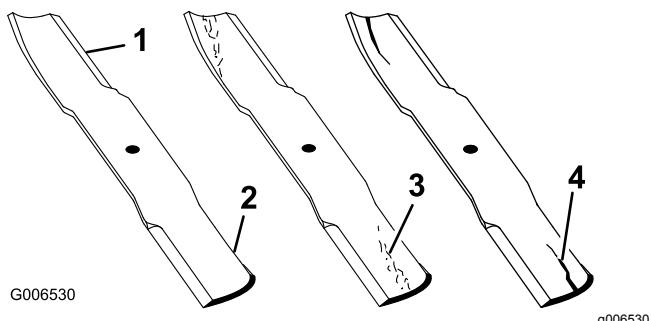

Figura 52
1. Inspeccione los filos de corte (Figura 52).
2. Inspeccione las cuchillas, especialmente la parte curva (Figura 52).
**Nota:** Si observa daños, desgaste o la formación de una ranura en esta zona (Figura 52, 3 y 4), instale inmediatamente una cuchilla nueva.